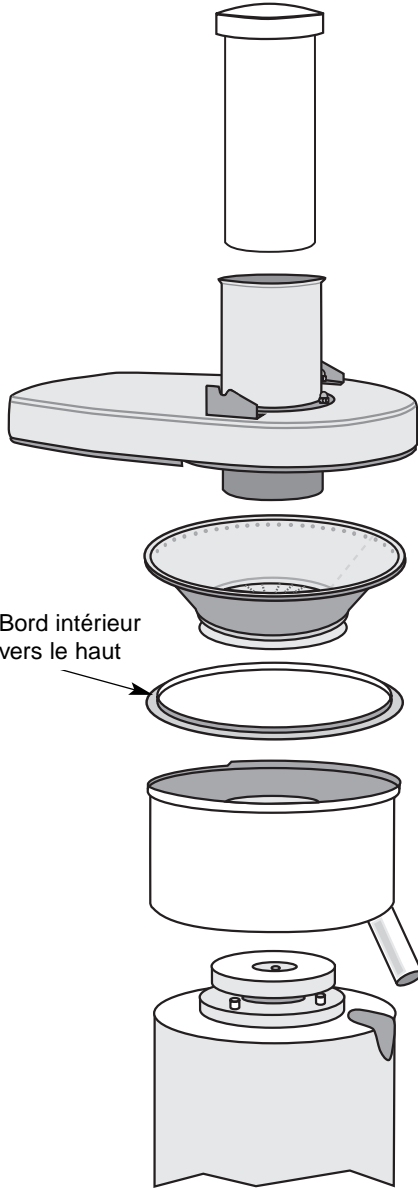

Fig. 8
Pour démonter ces composants, décrocher la poignée de serrage et enlever dans l'ordre le poussoir, le couvercle, le panier, l'anneau de rétention de la pulpe et la cuve (Fig. 8). Monter dans l'ordre opposé en faisant attention de placer le bec dans son logement du socle-moteur.
**Positionner correctement l'anneau de rétention de la pulpe avec le bord intérieur vers le haut** (Fig. 8), positionner le panier dans la cuve en vérifiant le positionnement correct du joint entraînéur du panier sur le disque d'entraînement et positionner le couvercle sur la cuve.